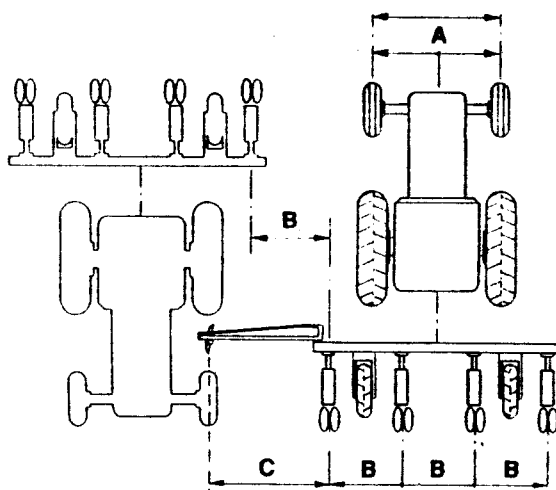

Fig. 5
Per determinare la traccia su cui correre con la ruota anteriore del trattore (Fig. 5), regolare la distanza del disco tracciale dal centro del seminale esterno (valore «C» della tabella).
To set the trail the tractor has to run along, (Fig. 5) adjust the distance of the row marker plate starting from the center of the outer planting unit (value «C» in the table).
Pour déterminer la trace dans laquelle devra circuler la roue avant du tracteur (Fig. 5), régler la distance comprise entre le disque traceur et le centre du semoir extérieur (valeur «C» du tableau).
Zum Einstellen der Spur, auf der mit dem Vorderrad des Schleppers beim Säen zu fahren ist (Fig. 5), stellt man den Abstand der Spurreißerscheibe von der Mitte der äußeren Säereihe nach dem «C» der Tabelle (1) ein.